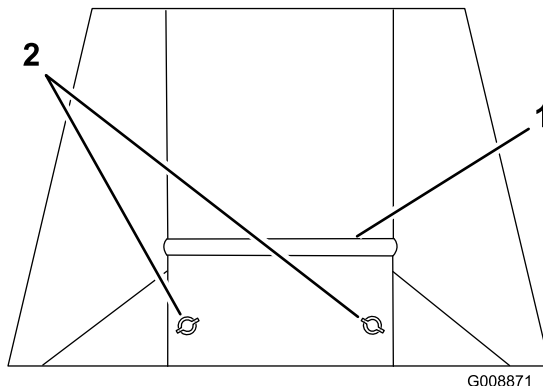

Figura 8
2. Afloje las 2 tuercas de la placa de condiciones de siega y deslice ésta hacia arriba si está segando hierba corta y seca, o hacia abajo si está segando hierba larga y mojada (Figura 8).